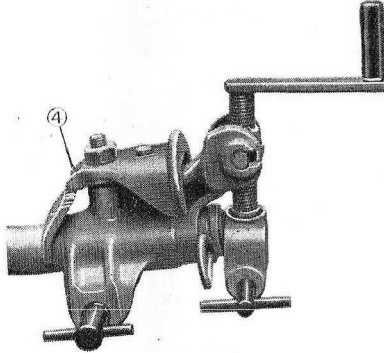

Fig. 17
a) **Aplomb bloqué** (fig. 17). - Les crans de la bride d'aplomb doivent s'imbriquer dans ceux du secteur du timon. Pour effectuer les premières raies avec le brabant, il est préférable de rectifier le réglage d'aplomb à l'aide de ce dispositif plutôt que d'agir sur les clichets du brabant.